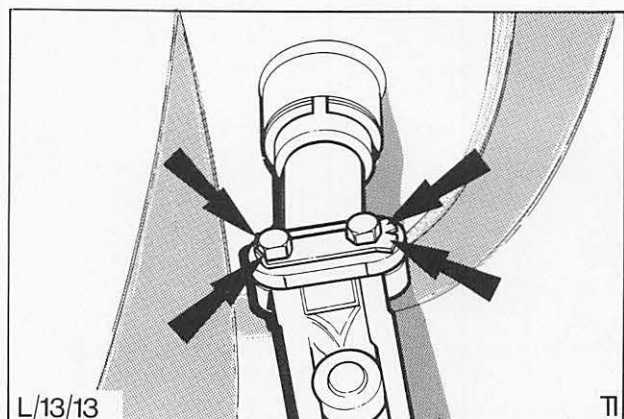

Abb. 21 Zusammenbau der Lenkverbindung – alle vier Ecken des Sicherungsbleches umbiegen
18. Motor-Spritzabdeckung, wo vorhanden, montieren und Fahrzeug ablassen. Lüfterhaube einbauen und mit Schrauben und Scheiben befestigen. Darauf achten, daß die Hardyscheibe so plan wie möglich ist und die Lenkverbindungsschrauben mit dem vorgeschriebenen Drehmoment anziehen. Anschließend alle vier Ecken des Sicherungsbleches hochbiegen und Ritzelwellen-Klemmschrauben anziehen, Abb. 21.